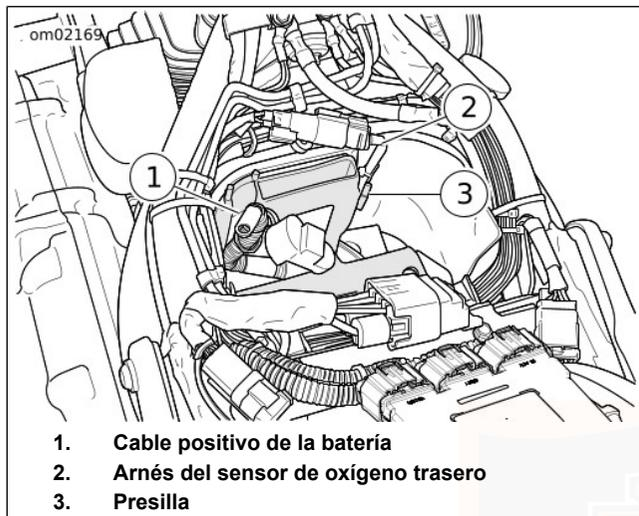

Figura 72. Ubicación de los cables del portabaterías
2. Vea Figura 72. Instale el cable positivo de la batería (1) en la presilla del portabaterías. Haga un doblado en forma de S en el cable positivo de la batería en el extremo del arranque del cable. Esto coloca correctamente el extremo del terminal para la instalación de la batería.
3. Pase el arnés del sensor de O₂ trasero (2) por la presilla (3).